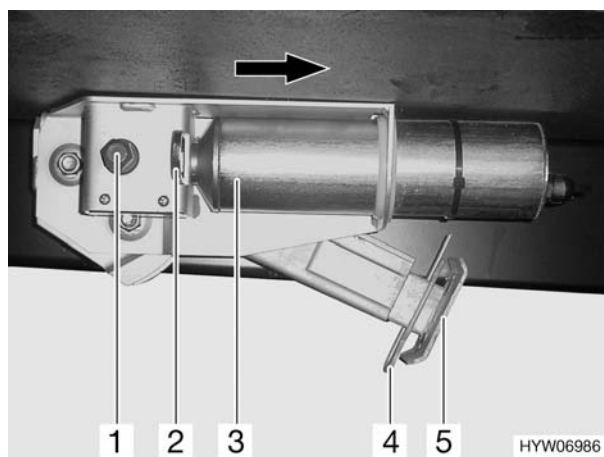

Fig. 26 Piedino di stazionamento elettrico
- Estrarre la copiglia (Fig. 26,4) dal prolungamento dell'estremità del piedino (Fig. 26,5).
- Premere all'interno l'archetto di sicurezza (Fig. 26,2).
- Spostare il motore (Fig. 26,3) in direzione della freccia fino alla battuta.
- Uscire o rientrare i piedini di stazionamento come piedini meccanici agendo sull'esagono (Fig. 26,1).
- Estrarre l'archetto di sicurezza (Fig. 26,2) fino all'arresto.